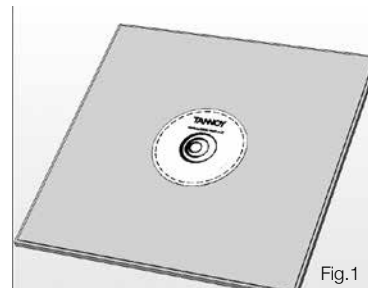

Fig.1
1. Retirez la dalle de faux plafond de son cadre et placez-la sur une surface plane. Marquez la zone de découpe de la dalle en traçant celle-ci autour du gabarit fourni (Fig.1).